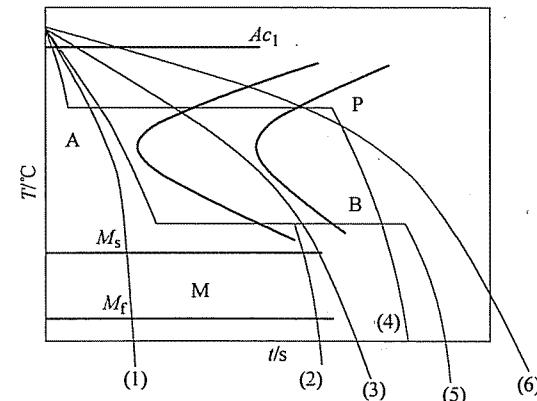

图 5-2 第五题第 2 小题图
2. (12 分) 根据共析碳钢的过冷奥氏体转变 C 曲线 (TTT 曲线) (如图 5-2 所示)，请写出经过图中所示 6 种不同工艺处理后材料的组织名称以及硬度排列(从高到低)。